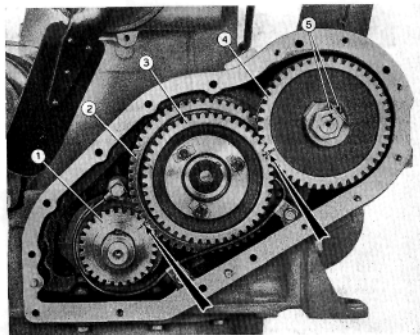

Fig. 27. - Segni di riferimento per la messa in fase della distribuzione.
**b) Messa in fase.** - Montare gli ingranaggi di comando avendo cura che tutti i riferimenti coincidano, come illustrato nella fig. 27.